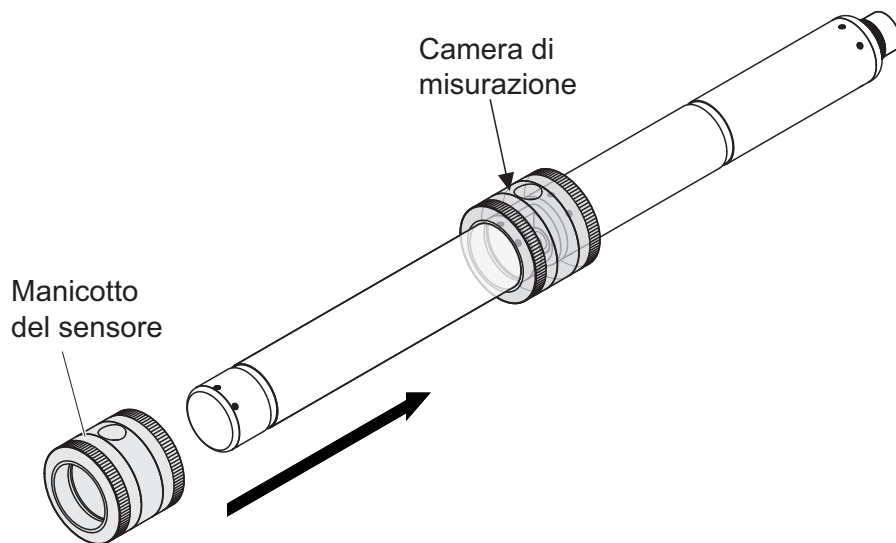

Fig. 4-3 Inserire il manicotto del sensore sul sensore
9. Mettere il sensore in posizione orizzontale su una superficie solida e senza vibrazioni. Girare l'apertura di riempimento del manicotto del sensore verso l'alto (Fig. 4-3).